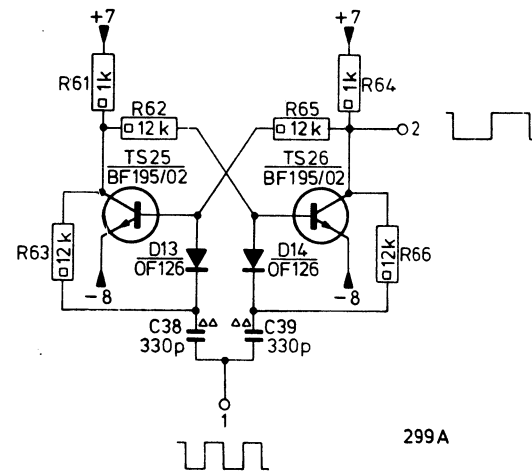

Fig. 7
3. Multivibratoren für Frequenzteilung (Abb. 7)